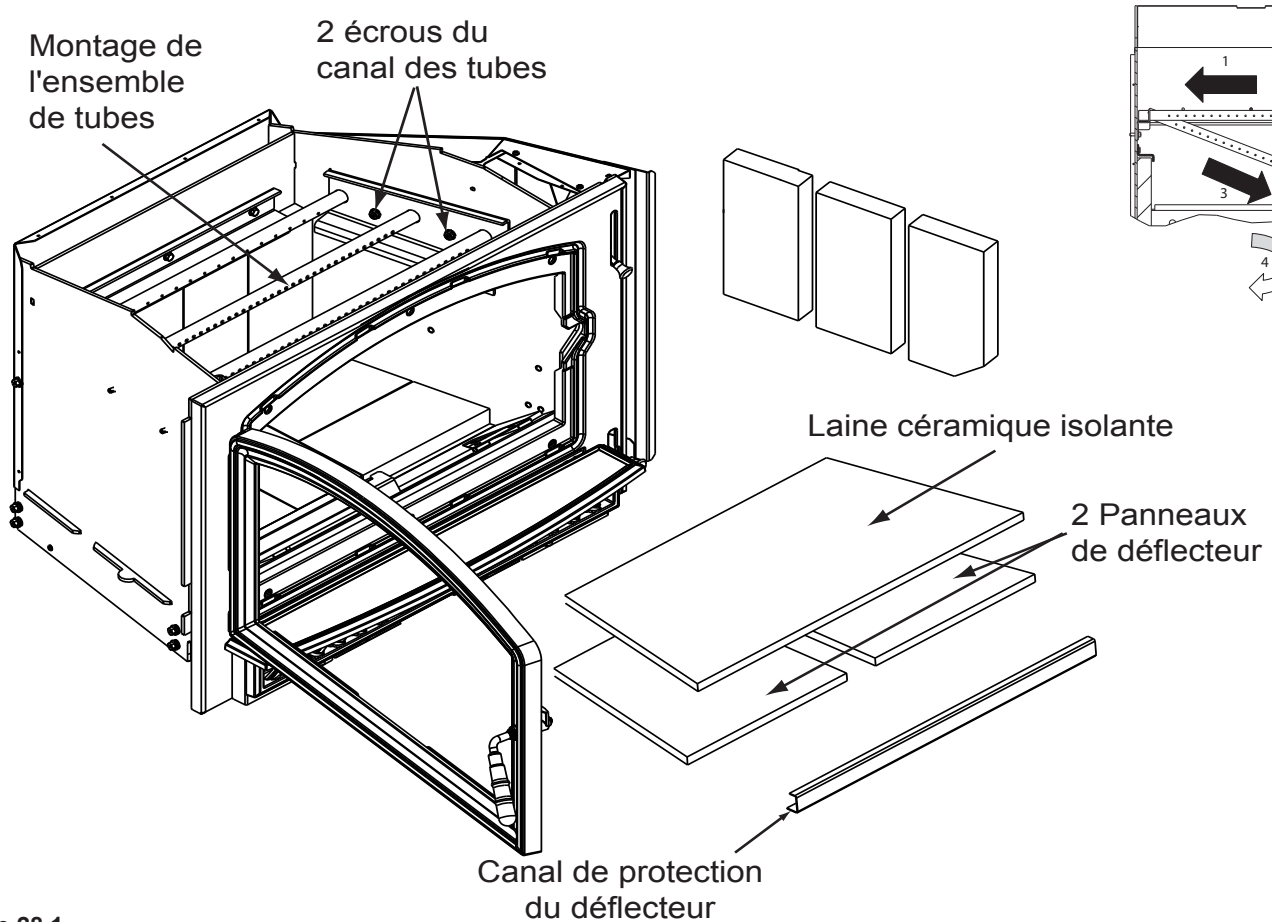

Figure 28.1
2. Retirez l'ensemble de protection du déflecteur en pliant l'arrière des déflecteurs à l'aide de pinces à nez effilé situées à la droite et à la gauche de la couverture de protection. Soulevez légèrement le couvercle et tirez vers l'avant et l'arrière de la boîte à feu (Figure 28.1).